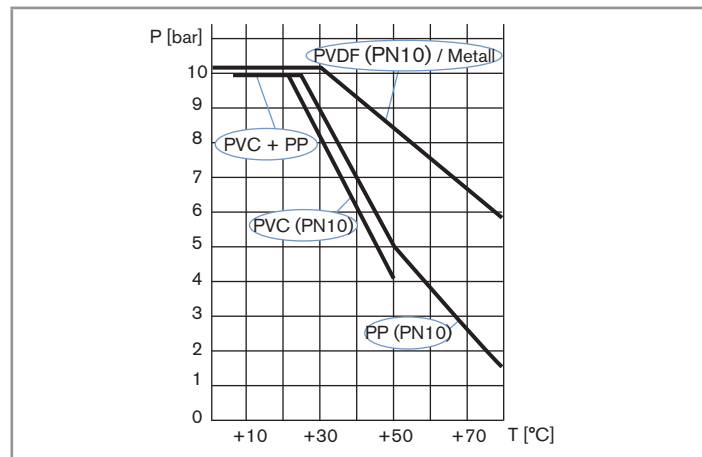
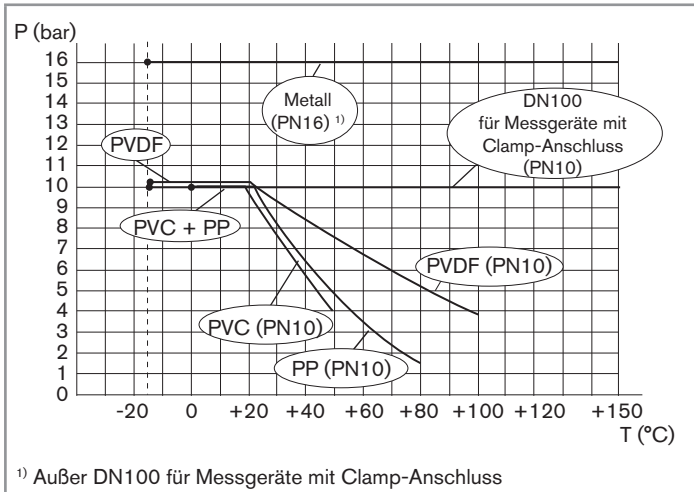

Bild 5: Flüssigkeits-Druck-Temperatur-Abhängigkeit des 8041 mit Durchfluss-Sensor aus PVDF und Fitting S020 aus Metall, PVDF, PVC oder PP
Bild 6: Flüssigkeits-Druck-Temperatur-Abhängigkeit des 8041 mit Durchfluss-Sensor aus Edelstahl und Fitting S020 aus Metall, PVDF, PVC oder PP
Flüssigkeitstemperatur	Die Flüssigkeitstemperatur kann durch den Flüssigkeitsdruck und das Werkstoff des verwendeten Fittings S020 eingeschränkt sein (siehe Bild 5 und Bild 6).
Flüssigkeitsdruck	Der Flüssigkeitsdruck kann durch die Flüssigkeitstemperatur und das Werkstoff des verwendeten Fittings S020 eingeschränkt sein (siehe Bild 5 und Bild 6).
- ▶ Je nach Art der Werkstoffe des Fittings (siehe Bild 5 und Bild 6) die Temperatur-Druck-Abhängigkeit der Flüssigkeit beachten.